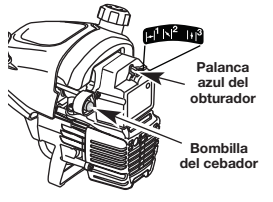

Fig. 6
- Oprima y suelte completamente la pera del cebador 10 veces en forma lenta. En la pera del cebador y en las tuberías de combustible deberá verse alguna cantidad de combustible (Fig. 6). Si no puede ver combustible en la pera, oprímala y suéltela todas las veces que sea necesario hasta que pueda ver combustible en su interior.
- Coloque la palanca azul del obturador en la Posición 1 (Fig. 6).
- Coloque la palanca azul del obturador en la Posición 2 (Fig. 6).
- Una vez que se haya calentado el motor, coloque la palanca azul del obturador en la Posición 3 (Fig. 6). La unidad está lista para ser usada.
SI... el motor titubea, regrese la palanca del obturador a la Posición 2 (Fig. 6) y siga calentándolo.